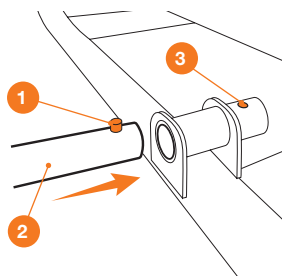

Рис. 5
- Вставьте колесо в трубчатый фиксатор, прижав пружинную шпильку **1**. Проверните вал колеса таким образом, чтобы пружинная шпилька **1** зафиксировала вал **2** в фиксаторе **3** (Рис. 5).